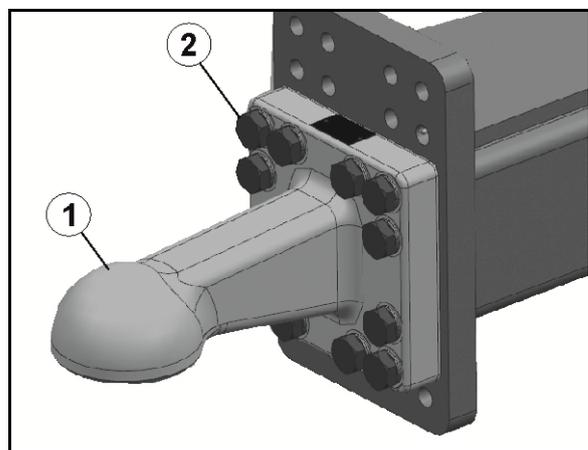

Fig. 49
- Colocar la barra de seguridad vial (Fig. 49/3).
- fijar las púas utilizando un perno de fijación (Fig. 49/1) en posición 2.